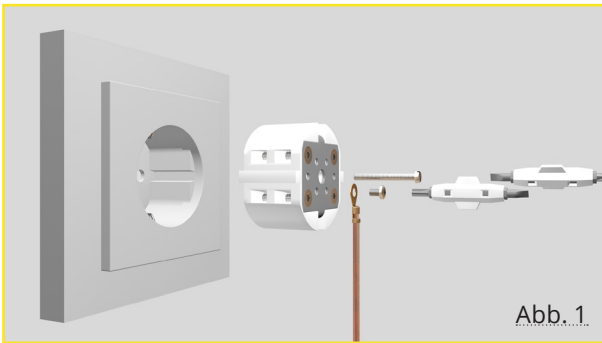

Abb. 1
1. Adaptermontage. **Siehe Abb. 1 - 2.**
Die Erfahrung zeigt, dass (je nach Messverfahren) der Wert der elektrischen Wechselfelder an Notebooks von 50-300 V/m auf meist 1-6 V/m reduziert wird. Bei Bedarf (keine Vorschrift) kann der Erdungsstecker mechanisch mit der beigegefügt Schraube fixiert werden. **Siehe Abb. 1.**